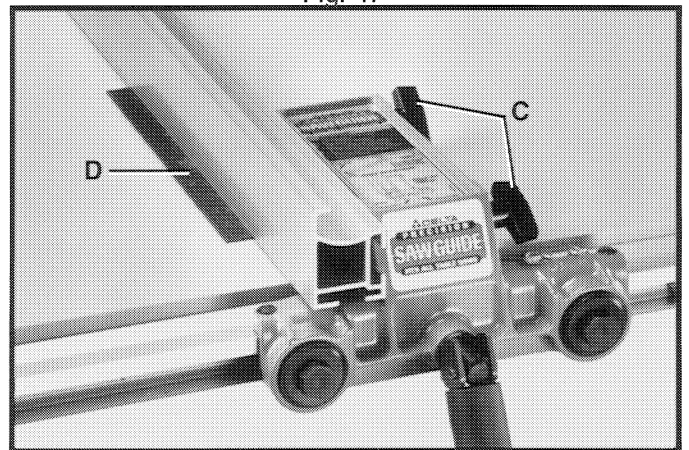

Fig. 49
2. Para la mayoría de las funciones normales de corte a lo largo, el fondo de la guía debe ser colocado ligeramente encima de la superficie de la mesa. Afloje las dos perillas de cierre (C) Fig. 49 y coloque un objeto delgado, tal como una regla (D) entre la mesa y la guía, como se ilustra aquí. Apriete entonces las dos perillas de cierre (C).